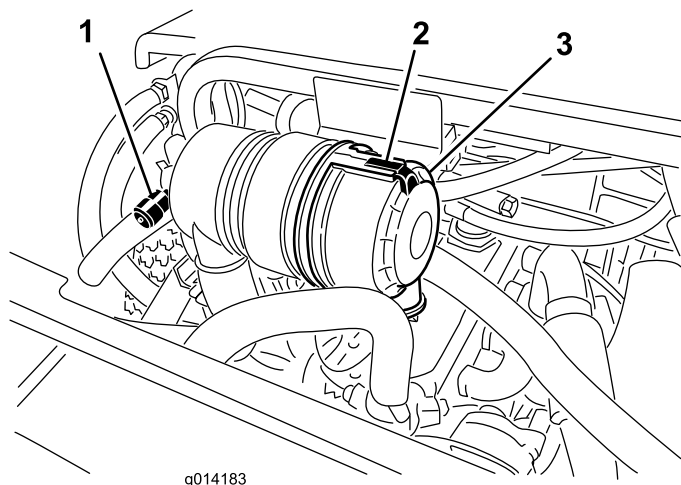

Bild 32
Warten Sie den Luftfilter nur, wenn die Wartungsanzeige dies angibt (Bild 32). Das frühzeitige Auswechseln des Luftfilters erhöht nur die Gefahr, dass Schmutz in den Motor gelangt, wenn Sie den Filter entfernen.
1. Lösen Sie die Lasche, mit der die Abdeckung des Luftfilters am Luftfilterkörper befestigt ist (Bild 32).